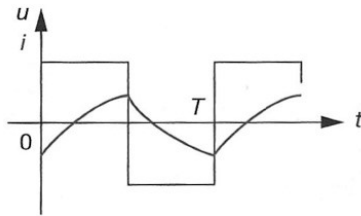

Figure 33
a) Justifier les formes d'onde données (fig 33), en précisant la valeur de u dans l'un et l'autre des états.